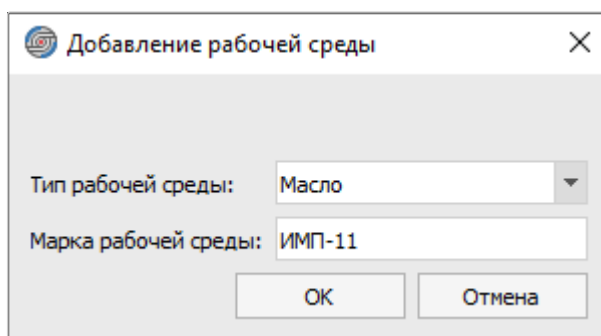

Рисунок 163. Диалоговое окно «Добавление рабочей среды»
- Добавить новый тип/марку рабочей среды (см. рисунок 163):